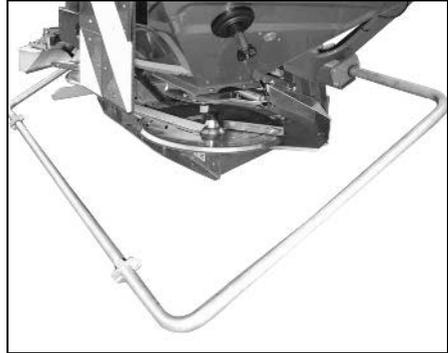

Fig. 30
- Rohrschutzbügel (falls vorhanden) (Fig. 30) herunterklappen.